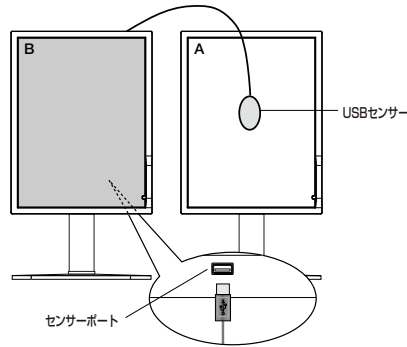
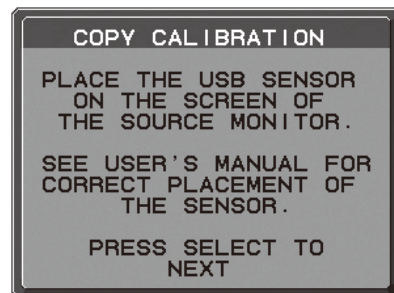

図 8
図 11
2. USB センサーを液晶ディスプレイ B のセンサーポートに接続する（図 8）かまたは液晶ディスプレイ B 上でアドバンスメニューの STAND ALONE CALIBRATION（→ P19）を選択します。
5. USB センサーを液晶パネルに置くように、メッセージが表示されます。（図 11）液晶ディスプレイ A の液晶パネルを上にも 5° 傾け、USB センサーを液晶パネルの中央におき SELECT を押します（図 8）。